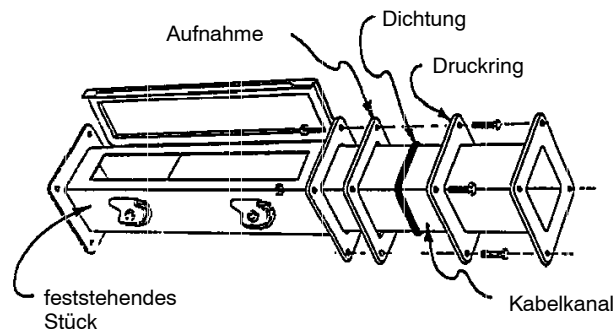

Abb. 2
**II. Zusammenbau:** Die meisten Kabelkanäle werden montiert, indem eine Dichtung zwischen den Flanschen platziert wird und diese dann mit Schrauben und Mutter wie in Abb. 2 gezeigt zusammengefügt werden.
1. Montieren Sie den Druckring, die Dichtung und die Aufnahme wie in Abb. 2 gezeigt auf dem Kanalstück.